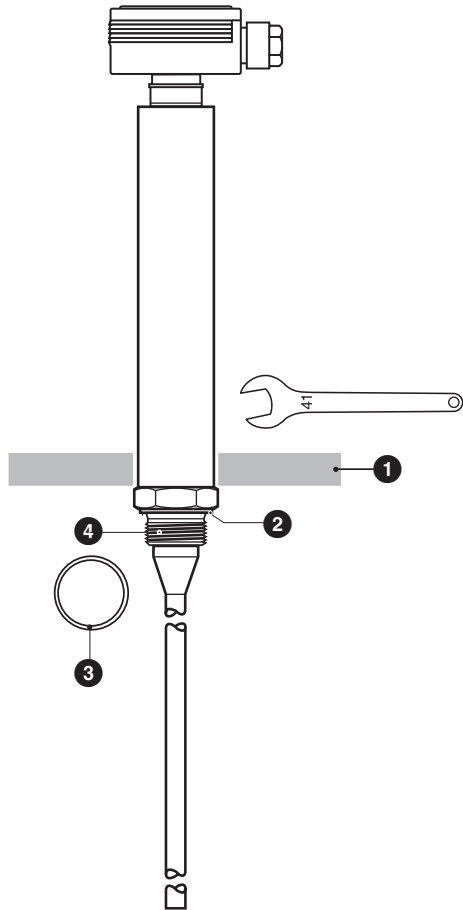

Fig. 3
2. Beiliegenden Dichtring **3** auf den Dichtsitz **2** der Elektrode legen. **Fig. 3**